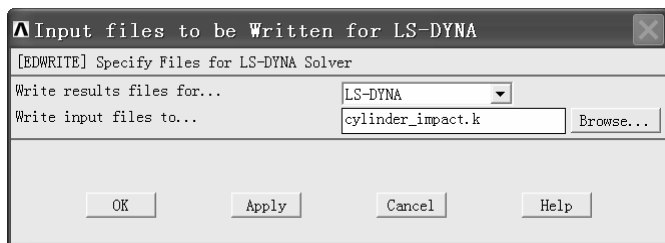

图 3-194 “Input files to be Written for LS-DYNA” 窗口
(3) 在“Write input files to...”窗口中“文件名(N):”后的方框中输入“cylinder_impact.k”，然后单击“保存”按钮返回到“Input files to be Written for LS-DYNA”窗口（见图 3-194）。